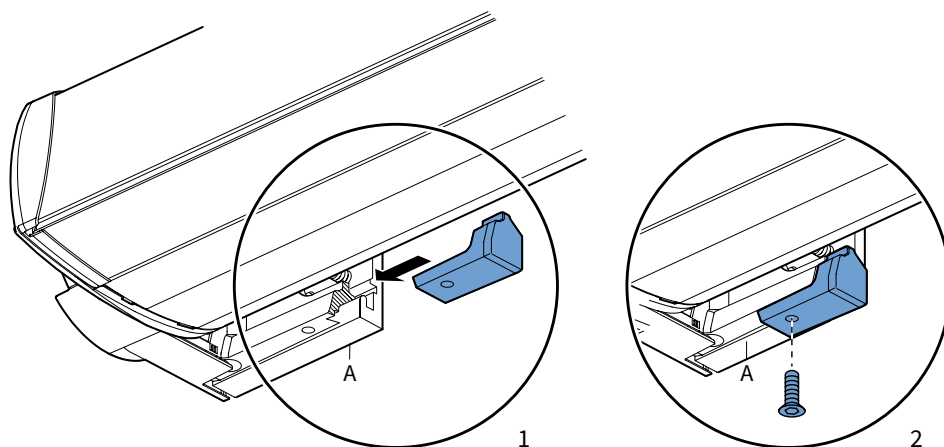

fig. 2.4 Détail du bloc de verrouillage
1. Glissez le bloc de verrouillage sur l'appui mural (A). Voir figure 2.4.